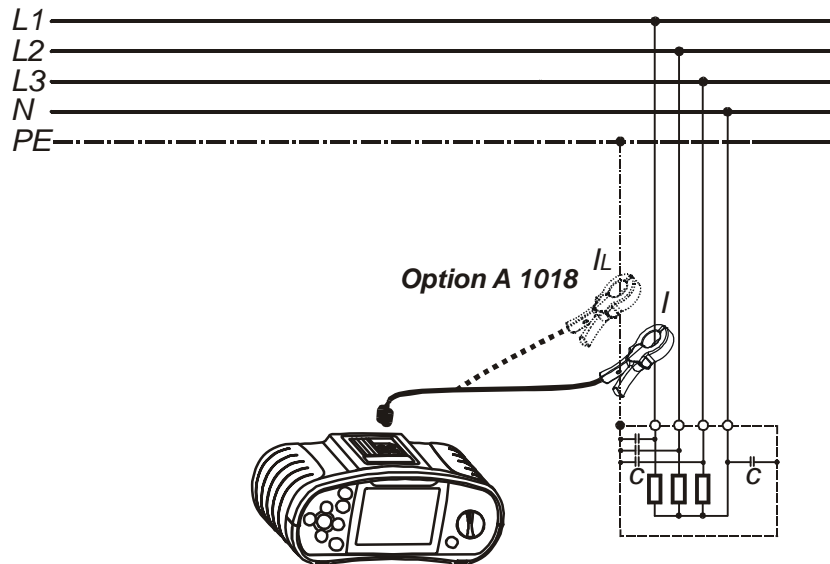

Figura 5.52: Diagrama de conexión
Paso 3 Siga el diagrama de conexión que muestra la Figura 5.52 para la realización de la medición de la corriente TRMS. Utilice la función **Ayuda** si fuera necesario.